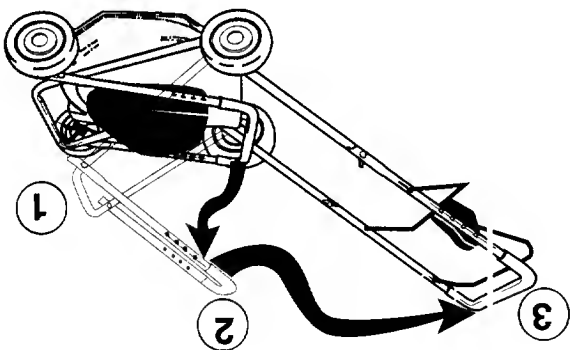

Figura 2
- Tire hacia arriba y hacia atrás del mango superior, para elevar el mango a la posición de operación. Asegúrese que el mango inferior esté asentado seguramente dentro de los soportes de montaje del mango. Vea los pasos 1, 2, y 3 en la figura 2.